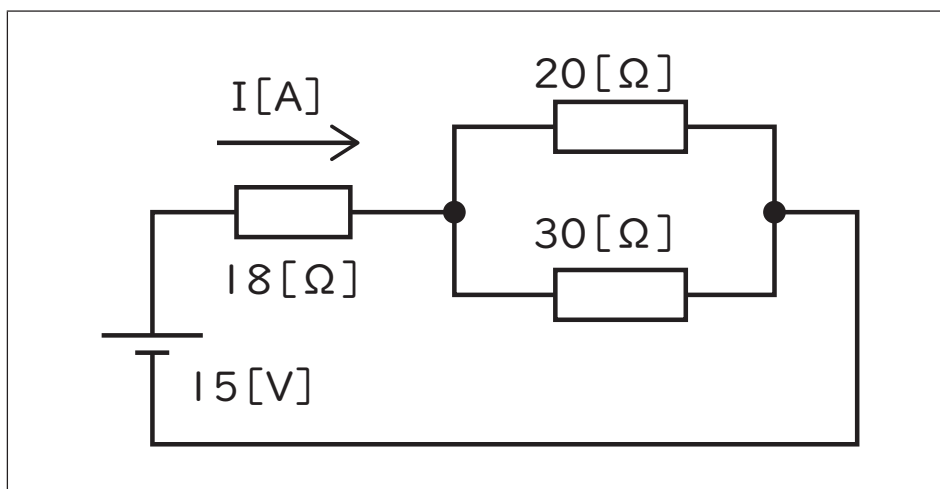

図2
(6) 次の図2に示す回路について、電流 I [A] の値として最も適切なものを 1 ~ 5 から一つ選べ。